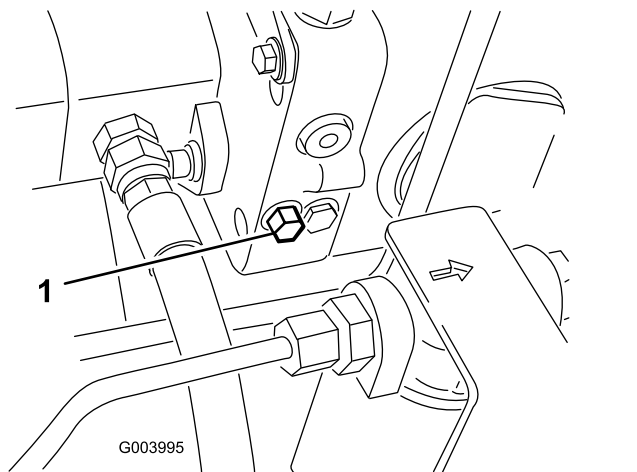

Рисунок 27
1. Найдите перепускной клапан с левой стороны гидростата (Рисунок 27).